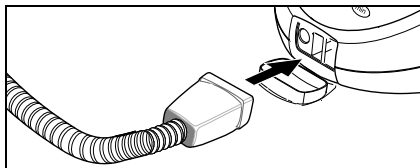

Fig. 5
- Stikk damppluggen (C7) inn i apparatkontakten (A1). Sperreanordningene på damppluggen må gå i inngrep i dekselet til apparatkontakten (se fig. 5).